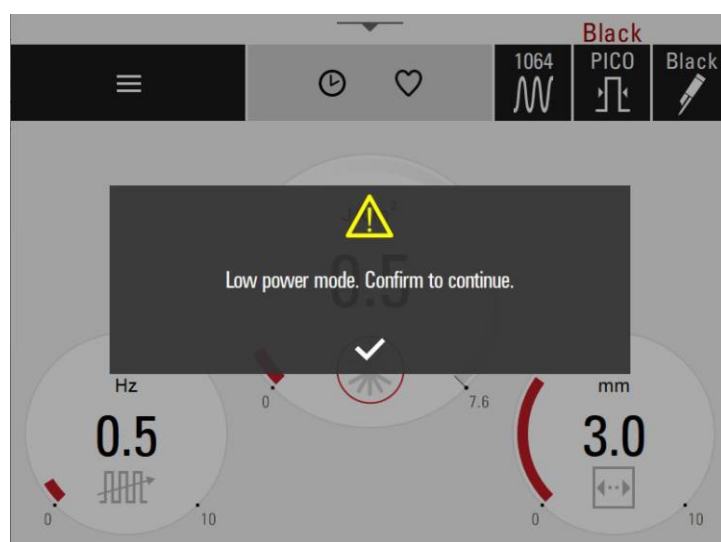

Рисунок 4.33: Режим энергосбережения
- Время в минутах с момента последних действий в режиме Standby (ожидание) через которое система автоматически перейдет в режим энергосбережения и отобразит информационное сообщение (см. рисунок 4.33). Можно выбрать 2, 5, 10 минут или выключить этот тайм-аут.